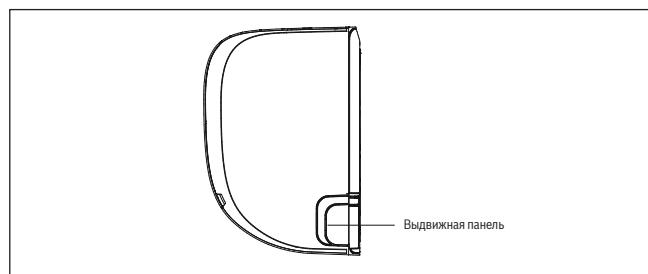

Рис. 9.
2. Если отверстие в стене находится за устройством, то необходимо удерживать выдвижную панель на месте. Если отверстие в стене находится с одной из сторон от внутреннего блока, то необходимо снять пластиковую выдвижную панель с этой стороны устройства. (См. рис. 9). Таким образом можно выполнить разъем, через который система трубопроводов сможет выходить к блоку. Если пластиковые панели сложно демонтировать вручную, используйте остроносые плоскогубцы.